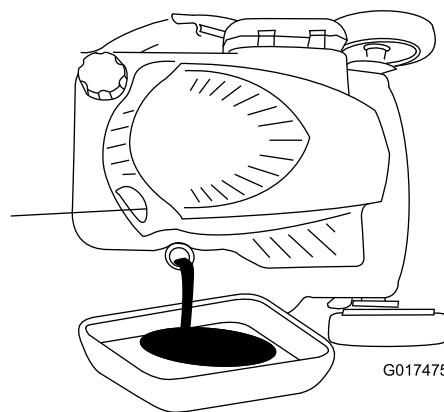

**Figura 39**
3. Retire la varilla girando el tapón en el sentido contrario a las agujas del reloj y tirando del mismo (Figura 39).